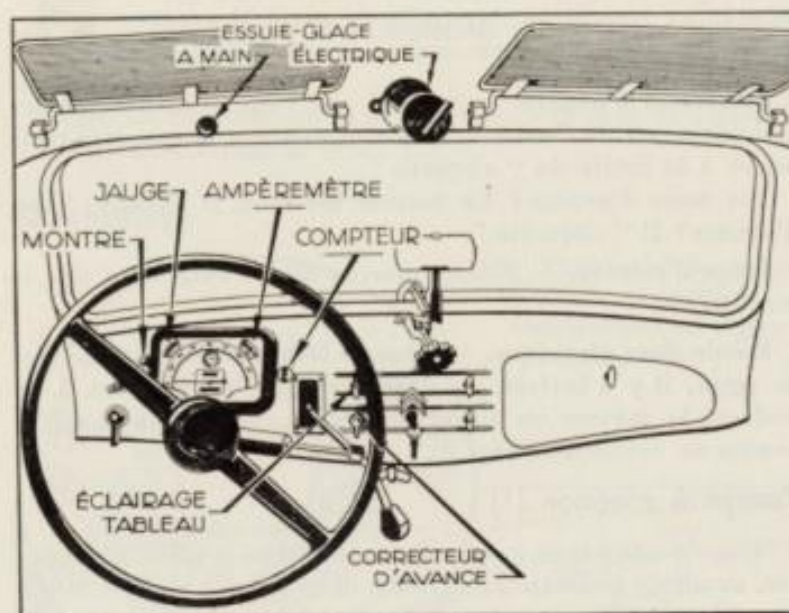

Fig. 2.
Débrayez toujours avant de lancer votre moteur et retirez un peu d'avance en tournant la manette du correcteur (fig. 2) en sens inverse de la flèche.
Vous l'éclairez en tirant sur le bouton — quand le contact est mis et les lanternes allumées — (fig. 2).
**Essuie-glace électrique.** — Quand le pare-brise est couvert de neige, il y a intérêt, au démarrage de l'essuie-glace, à en soulager le moteur en tirant et manœuvrant à la main le bouton de commande (fig. 2).